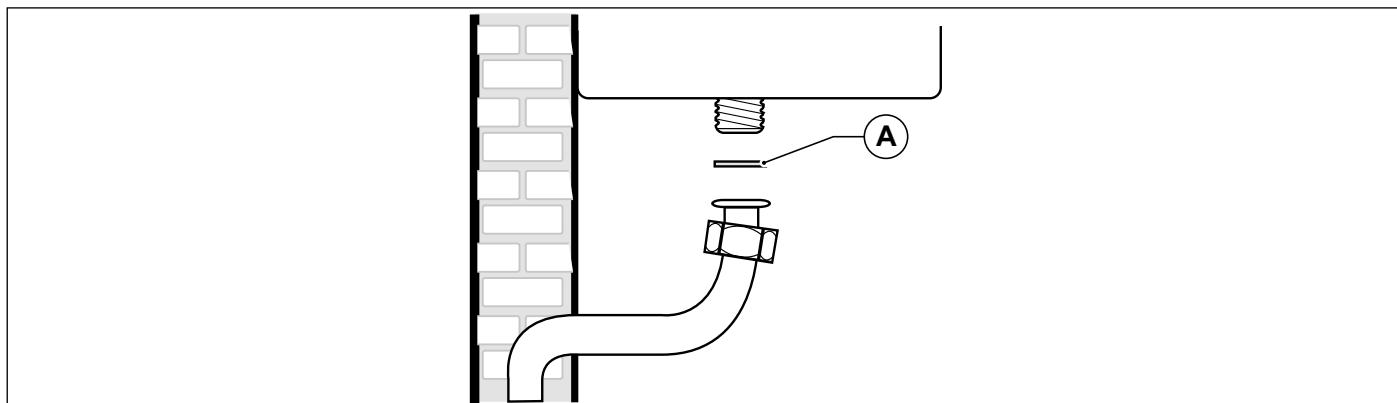

Fig. 17 Racordare la rețeaua de gaz
Pentru a conecta racordul de gaz al centralei termice la țevile de alimentare, este OBLIGATORIU să interpuneți o garnitură de etanșare (A) de mărime și din material adecvat (vezi Fig. 17 Racordare la rețeaua de gaz).